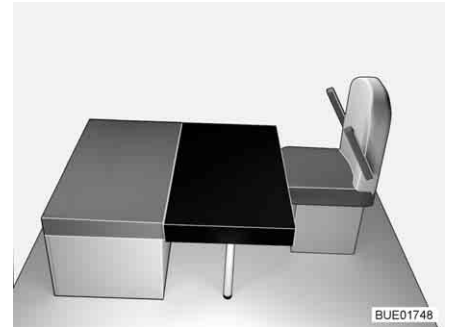

Bild 114 Nach dem Umbau
- Das rechteckige Zusatzpolster auf den Tisch legen (vor das Sitzpolster der Sitzbank, siehe Bild 114). Der Ausschnitt im Zusatzpolster liegt dabei an der vorderen Stützwand.